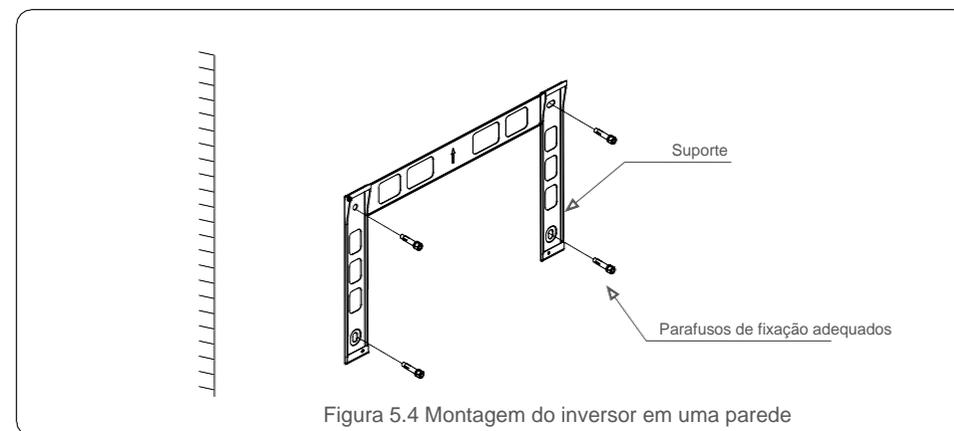

Figura 5.4 Montagem do inversor em uma parede
1. Consulte a Figura 5.4, os orifícios para o parafuso de expansão com base no diâmetro do orifício do suporte (M10*70) usando a perfuração de percussão com a broca de 10 mm, que deve ficar verticalmente na parede. O orifício perfurado deve estar verticalmente na parede. E a profundidade de todos os furos é de 60 mm.
2. Confirme se o suporte é horizontal. E os furos de montagem (na Figura 5.4) estão marcados corretamente. Faça os furos nas suas marcas na parede.